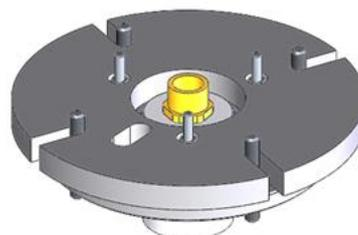

Figura 27. Piastra di fissaggio installata
- Collocare la piastra di fissaggio sulle viti di montaggio in cima al mescolatore lasciando sporgere il raccordo filettato nell'alloggiamento esistente (Figura 27).